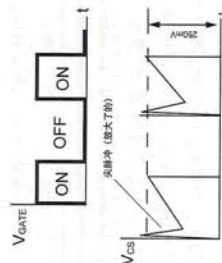

图 5
在开关管 Q1 导通的时间, 有一个脉冲电流, 脉冲电流在 R_{cs} 上可能会产生一个高的脉冲电压 (大于 250mV), 使产生误动作, 如图 5 所示。所以在 IC 内部有一个产生延迟时间的消隐电路 (215ns), 消除这类脉冲产生的误动作。由于有延迟时间, 在设计中要使开关管导通 (ON) 的时间大于消隐延迟电路的时间。